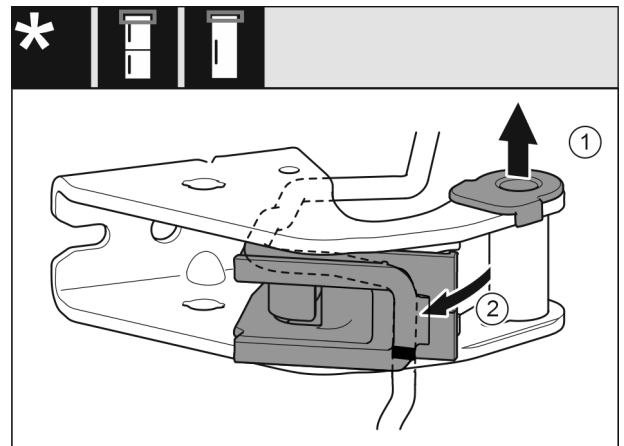

Fig. 17
- ▶ Lagerbus uit de geleiding trekken. Fig. 17 (1)
- ▶ Kabelhouder er uit draaien. Fig. 17 (2)